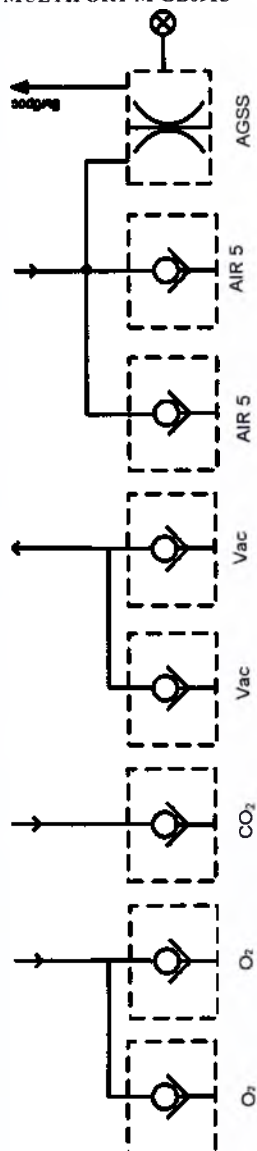
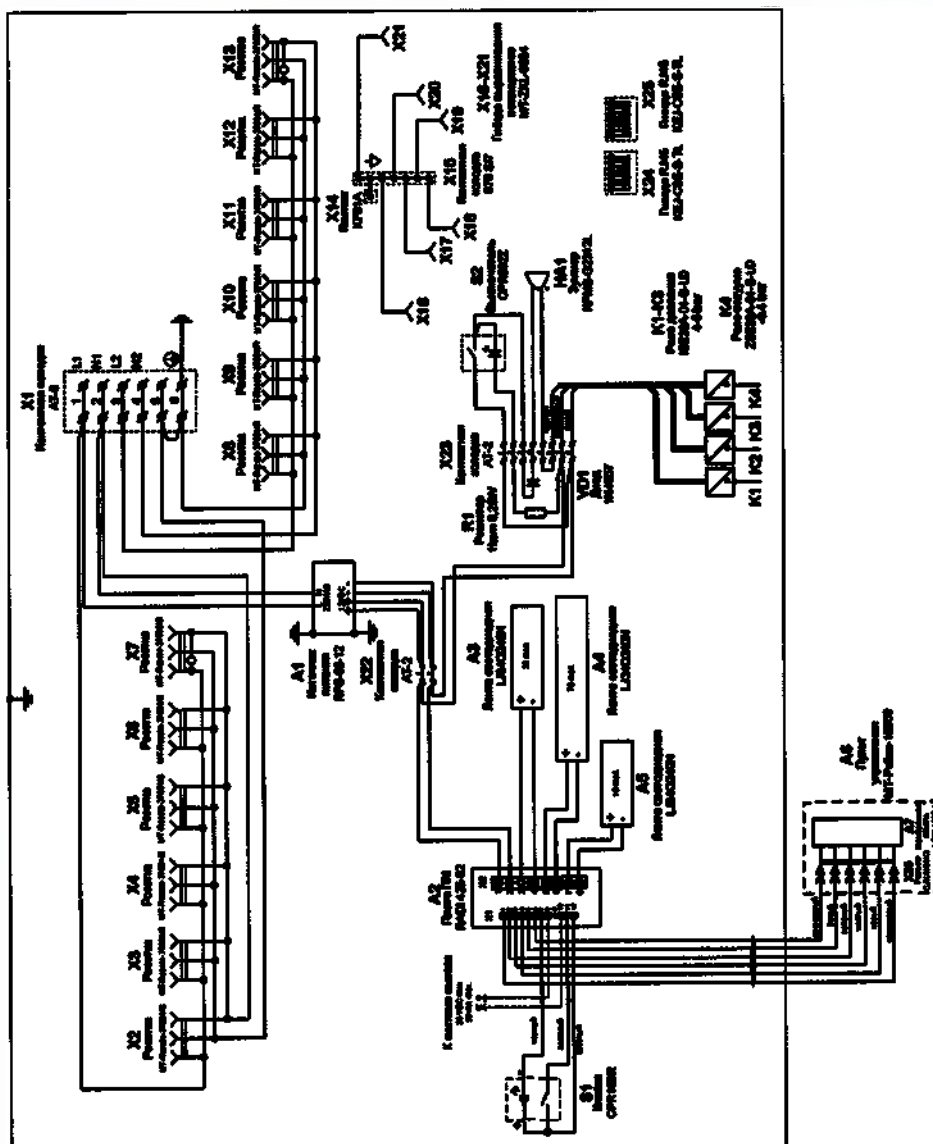

Рис. 2 Пневматическая схема настенной консоли
Рис. 3 Схема электрическая принципиальная настенной консоли
- 6.3. Общий вид и составные части медицинского изделия Рис 1, пневматическая схема консоли приведена на Рис. 2, электрическая - на Рис. 3.